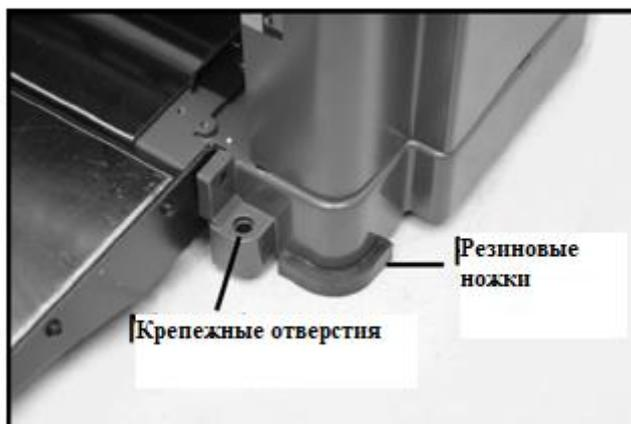

Рис. 3 Монтаж станка
6.4.3 В основании станка расположены отверстия , при помощи которых осуществляется крепление к поверхности. См. Рис. 3